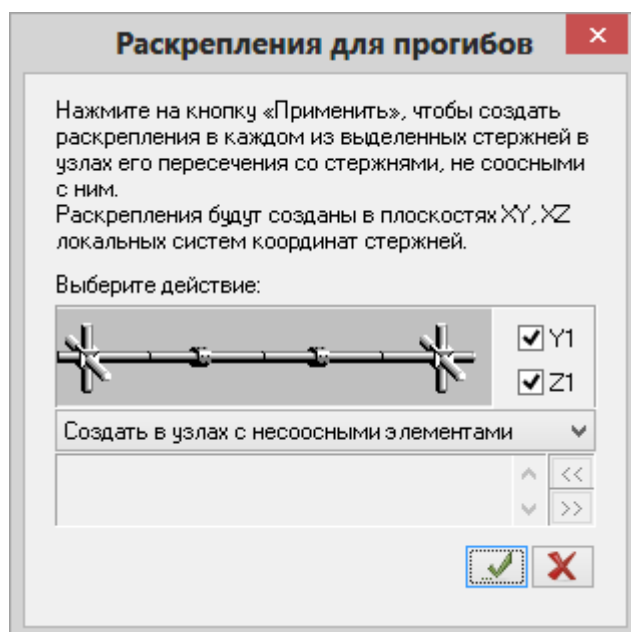

Рис.3.28. Диалоговое окно **Раскрепления для прогибов**
- Щелчком по кнопке  – **Раскрепления для прогибов** (панель **Конструирование** на вкладке **Расширенное редактирование**) вызовите диалоговое окно **Раскрепления для прогибов** (рис.3.28).